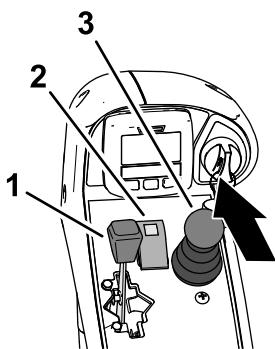

Figura 35
2. Asegúrese de que el mando de la TDF está en la posición de DESENGRANAR (Figura 35).